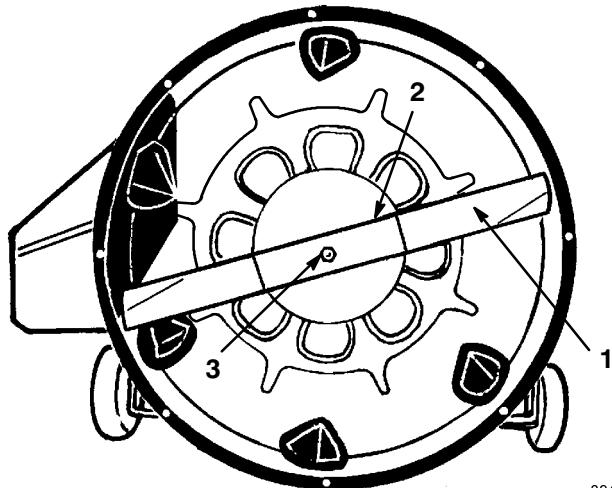

Bild 33
4. Halten Sie das Ende des Messers mit einem stark wattierten Handschuh oder wickeln Sie einen Lappen um es herum. Entfernen Sie die Messerschraube, die Wellenscheibe, die Messerversteifung und das Schnittmesser (Bild 33). Sie können einen Holzklotz zwischen das Schnittmesser und das Schneidwerk keilen, um das Schnittmesser beim Entfernen der Schraube zu blockieren.
1. Bauen Sie das Messer, die Messerversteifung, die Wellenscheibe und die Messerschraube ein (Bild 33).